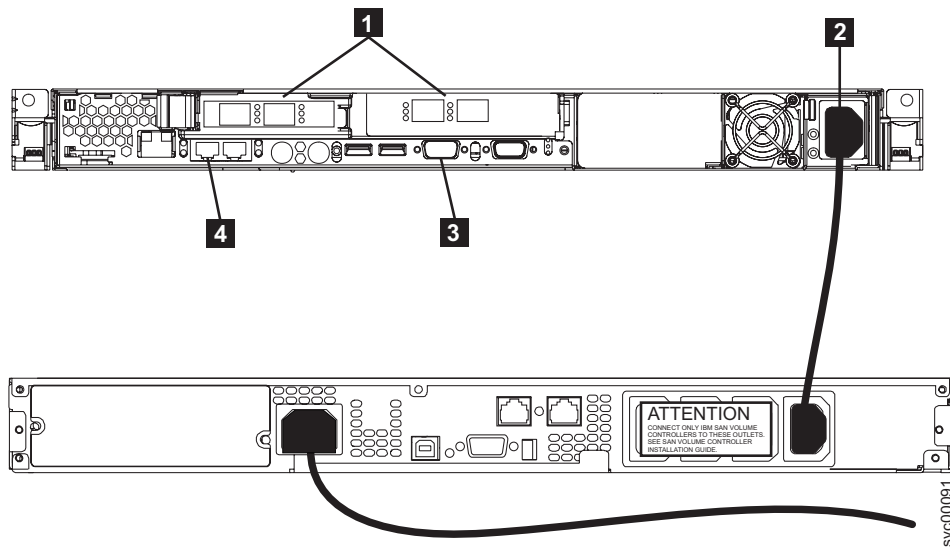

Figura 1. Soquetes de cabo de alimentação e de sinal do SAN Volume Controller 2145-8F2 e da 2145 UPS-1U
2. Certifique-se de que o cabo de alimentação **2** esteja conectado ao receptáculo do segmento de carregamento da 2145 UPS-1U. Certifique-se também de que a outra extremidade do cabo de alimentação da 2145 UPS-1U esteja conectada da 2145 UPS-1U ao ponto de distribuição no rack. A Figura 1 mostra os conectores do SAN Volume Controller 2145-8F2 e da 2145 UPS-1U.